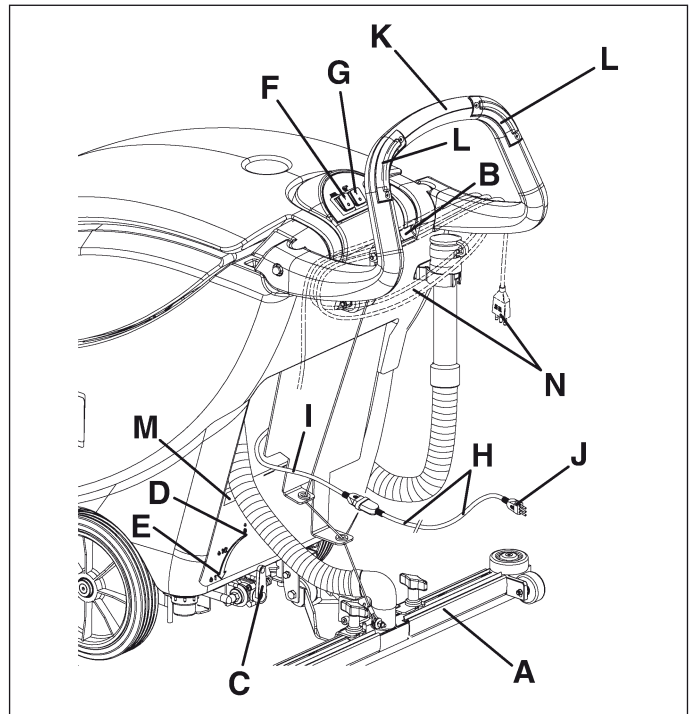

Figure 8
Conectar la extensión en dotación (H, Fig. 8) al cable de alimentación (I). Conectar el enchufe (J) de la extensión a la red eléctrica.
*Antes de conectar la máquina a la red eléctrica, asegurarse de que la frecuencia y la tensión indicadas en la placa del número de serie y de los datos técnicos (M, Fig. 8) coincidan con la tensión de la red.*
3. Bajar la boquilla (A, Fig. 8) empujando la palanca (B) hacia abajo.
4. Colocar la palanca de ajuste de flujo de la solución detergente (C, Fig. 8) en una de las siguientes posiciones posibles, según el tipo de lavado de efectuar:
- **Sistema ECO:** llevando la palanca (C, Fig. 8) en la posición "ECO" (D), la máquina trabaja en una condición particular (economy) de utilización programada del agua; en efecto con un flujo predeterminado y constante, la máquina puede trabajar con una autonomía de lavado de 70-80 minutos [0.08 galones/min (0.3 litros/min)].
- **Sistema variable:** girando la palanca hacia la izquierda en la parte relacionada con el flujo variable, es posible aumentar el flujo hasta una capacidad máxima de 0.26 galones/min (1 litro/min), en correspondencia de la posición (E, Fig 8).
5. Poner los interruptores (F y G, Fig. 8) en posición "I".
6. Con las manos sobre el manillar (K, Fig. 8), poner en marcha la máquina apretando uno o ambos los interruptores de consenso (L).
7. Soltar los interruptores (L, Fig. 8).
8. Poner los interruptores (F y G, Fig. 8) en posición "0".
9. Desconectar el enchufe (J) del cable de alimentación de la red eléctrica. Si necesario, envolver el cable de alimentación (H, Fig. 8) alrededor del manillar en posición (N).
10. Levantar la boquilla empujando la palanca hacia arriba hasta el tope (B, Fig. 8).